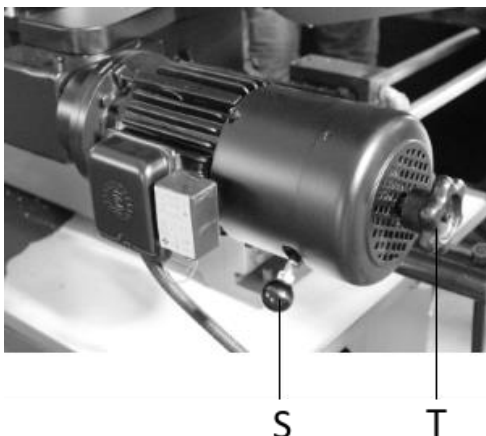

Рис.11
В случае необходимости подачи заготовки на небольшую длину следует расцепить муфту поворотом рычага (S) и подать заготовку поворотом рукоятки (Т, рис.11). После подачи заготовки на желаемое расстояние следует снова